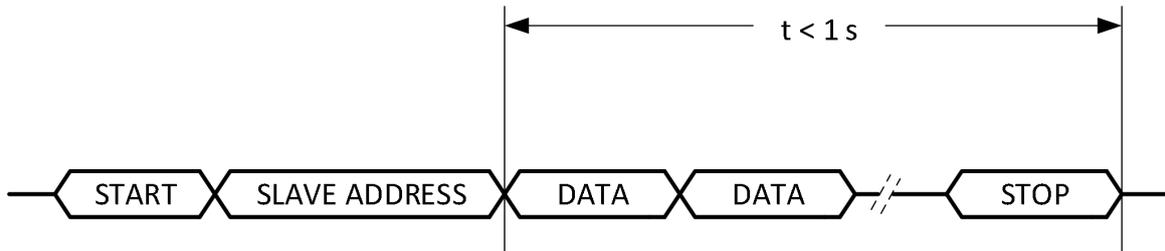

图 5. 读/写操作的访问时间
- 在这个读/写访问完成后，时间电路再次被释放，任何在读取访问期间发生的待处理递增时间计数器的请求都会得到处理。最多可以存储 1 个请求；因此，所有访问必须在 1 秒内完成(参见图 5)。